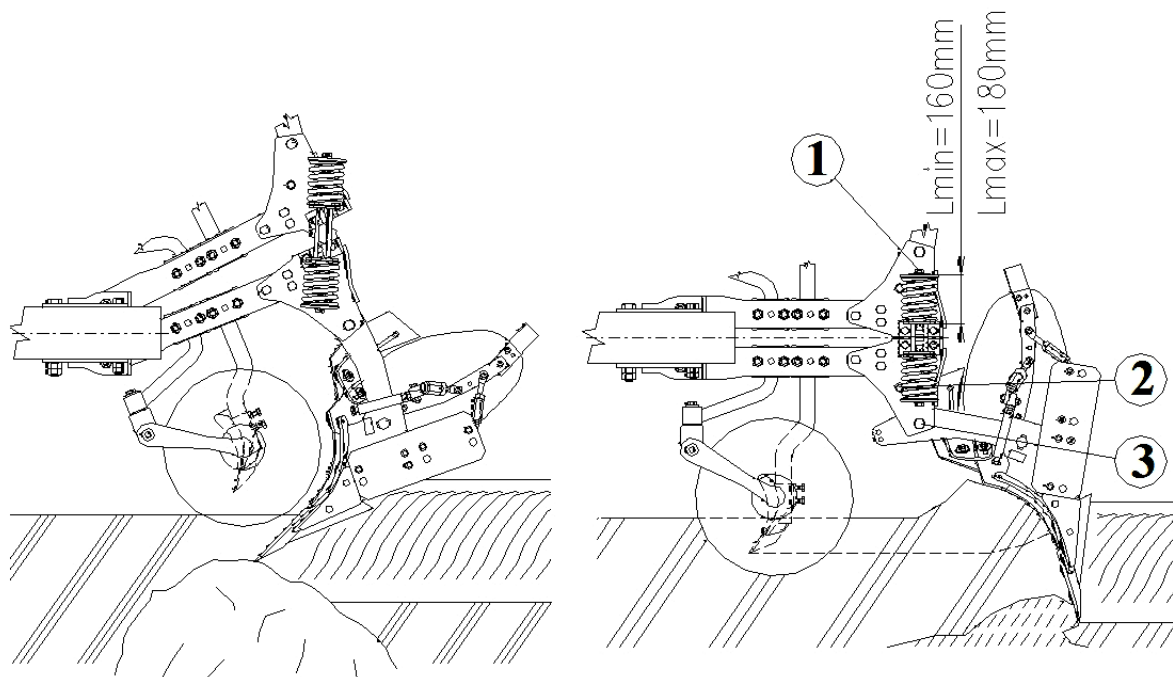

Рисунок 16.
Корпуса плугов от перегрузки или повреждения, обусловленных препятствием в грунте, предохраняются пружинным механизмом, а от скручивания корпуса лемеха – срезным болтом. Пружинный механизм обеспечивает, в случае наезда на твёрдое препятствие в грунте, отклоняется вверх и после преодоления этого препятствия самостоятельно возвращается в исходное рабочее положение (рис. 16).
Защита от перегрузок обеспечивается посредством предохранительных срезных болтов 2 (рис. 16).
В зависимости от состояния грунта (тяжёлый или лёгкий грунт), пружины должны быть более или менее напряжены при помощи регулировочных винтов 1 (рис. 16) таким образом, чтобы пружинный механизм работал лишь при столкновении с препятствием. Если пружины пружинного механизма слишком напряжены, то они не выполняют оптимально свою функцию, и происходит излишнее напряжение плуга и трактора.
1. Регулировочный винт пружины вывинтить настолько, чтобы длина пружины, включая опорные шайбы, составляла приблизительно $L = 200$ мм (Рис. 16).
3. Если пружина ещё работает не надёжно – часто выключает или плохо возвращается в первоначальное положение – то необходимо завернуть регулировочные винты ещё на 2-3 оборота ($L_{\min.} = 160$ мм) (Рис. 16).